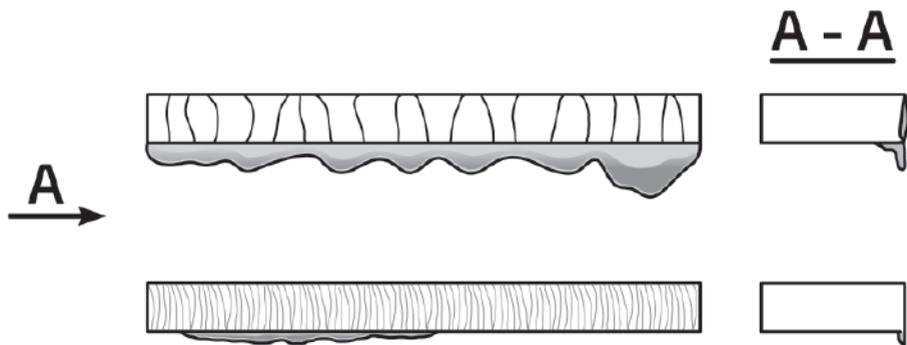

Рис. 9.1.1. Влияние силы тока и скорости реза.
1. Сила тока и скорость реза (см. рис. 9.1.1).